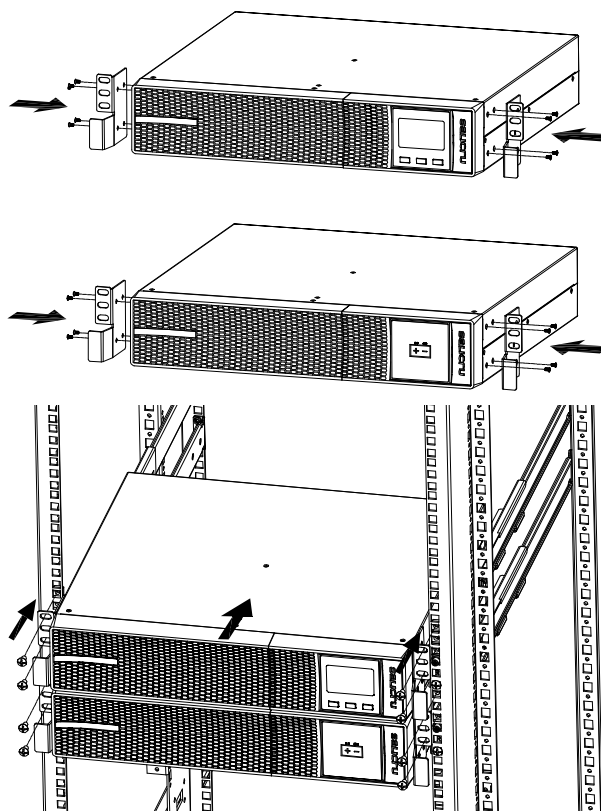

Fig. 7. Montaje tipo rack en armario 19", con extensión autonomía (módulo de baterías).
- Operar del siguiente modo (ver Fig. 7):